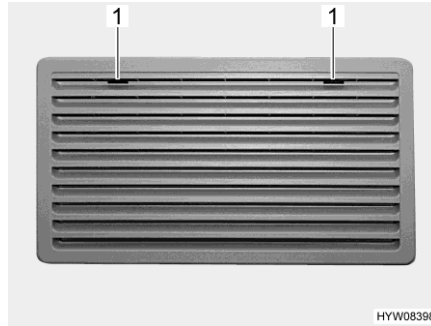
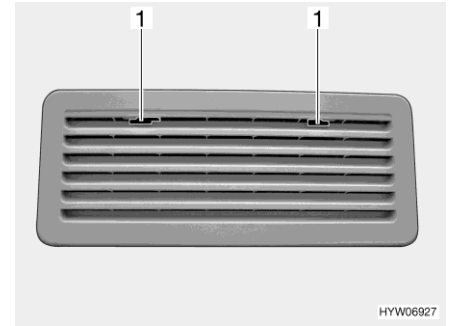

Fig. 263 Grille d'aération du réfrigérateur (Thetford, grande)
Fig. 264 Grille d'aération du réfrigérateur (Thetford petit)
- Pousser le dispositif de blocage (Fig. 263,1 ou Fig. 264,1) vers le milieu.